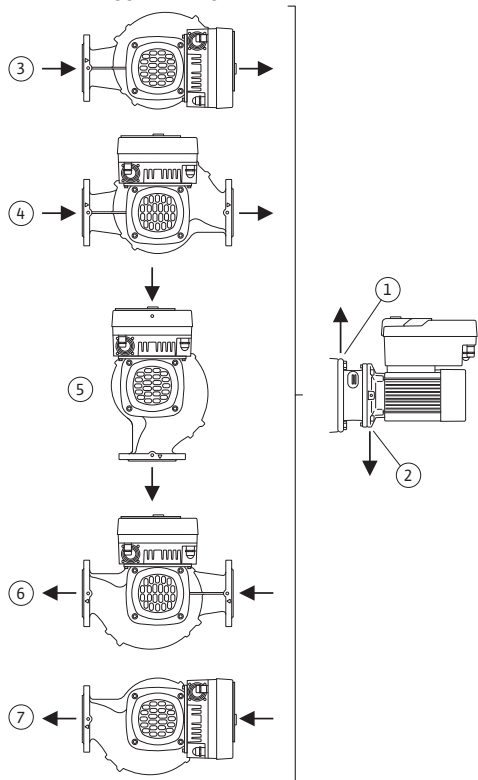

Fig. 17: Posições de montagem autorizadas com o veio horizontal
- No caso do veio do motor horizontal, o furo para condensado deve estar virado para baixo (Fig. 17, pos. 2). Se necessário, o motor deve ser rodado.